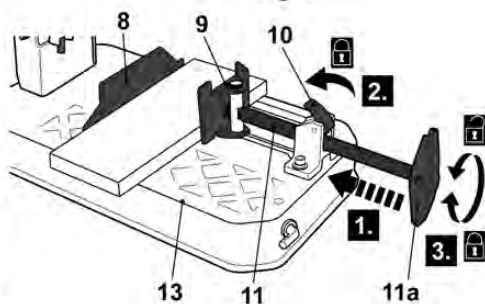

Fig. 8
- > Așezați piesa prelucrată pe masa de tăiere (13) între limitator (9) și reglorul de unghi (8).
- > Glisați menghina (11) înainte până ce reglorul de unghi (8) este așezat pe marginea piesei prelucrate (Fig. 8, pasul 1).
- > Acționați maneta de deblocare (10) (Fig. 8, pasul 2).
- > Rotiți mânerul (11a) în sens orar pentru a fixa piesa prelucrată în siguranță (Fig. 8).